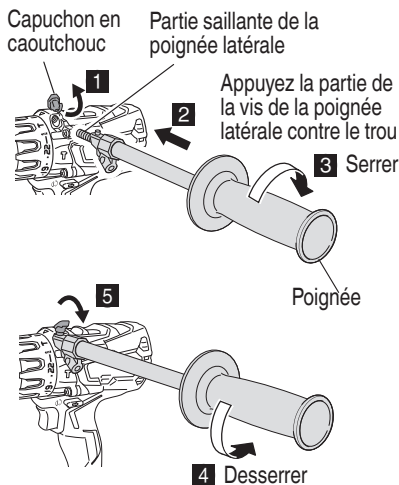

Fig. 10
3. Installation/retrait de la poignée latérale. (Fig. 10)